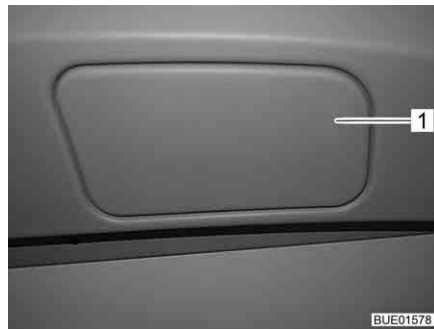

Fig. 34 Recouvrement du dispositif de déverrouillage de secours
- Soulever le recouvrement (Fig. 34,1) du dispositif de déverrouillage de secours situé dans le plafond de la cabine de conduite avec un objet plat (une pièce de monnaie par ex.).